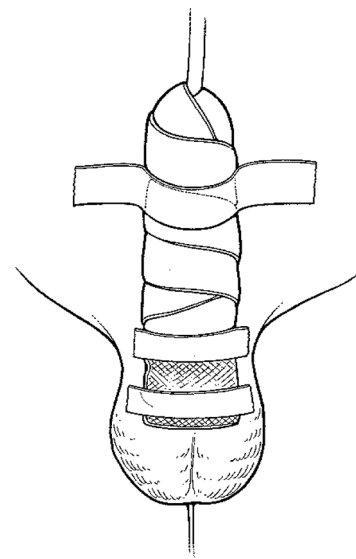

Fig. 4-24. Tejpa penis mot buken
5. Tejpa penis mot buken (se fig. 4-24).